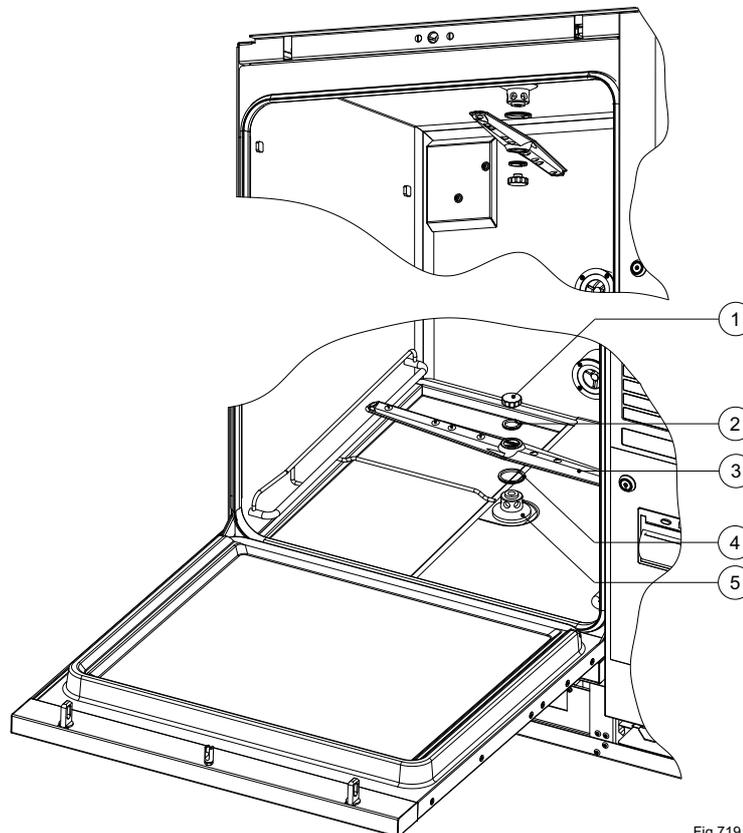

Fig 719
- ▶ Desserrer la vis de glissement (fig. 719 pos. 1)
- ▶ Démontez le bras de lavage (pos. 3) avec la grande et la petite bague de serrage (pos. 2+4)
- ▶ Contrôler l'usure du palier du bras de lavage (pos. 5) et des bagues de serrage (pos. 2+4) et les remplacer le cas échéant